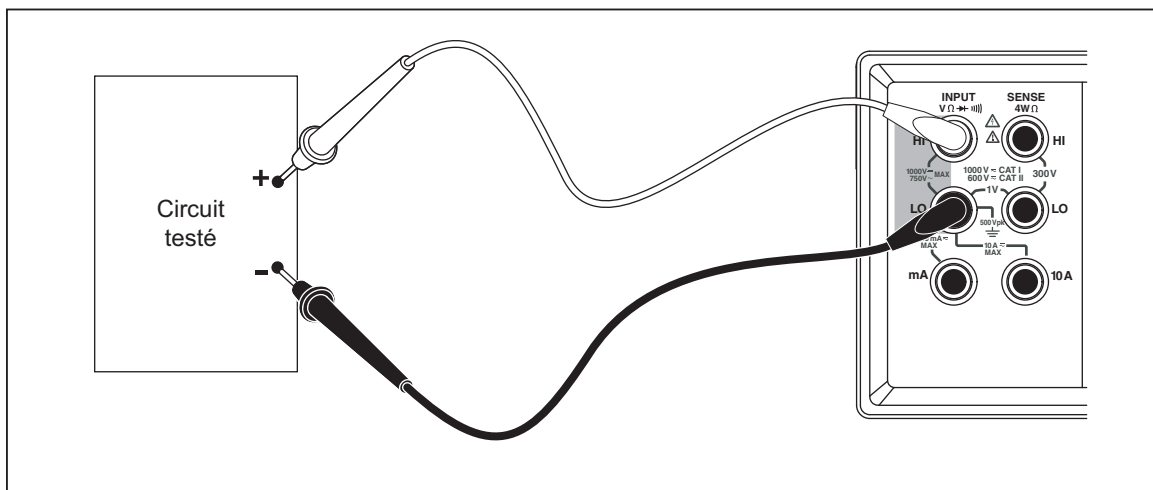

Figure 3-4. Mesure de la tension et de la fréquence
1. Branchez les cordons de mesure entre le multimètre et le circuit à mesurer tel qu'indiqué à la figure 3-4